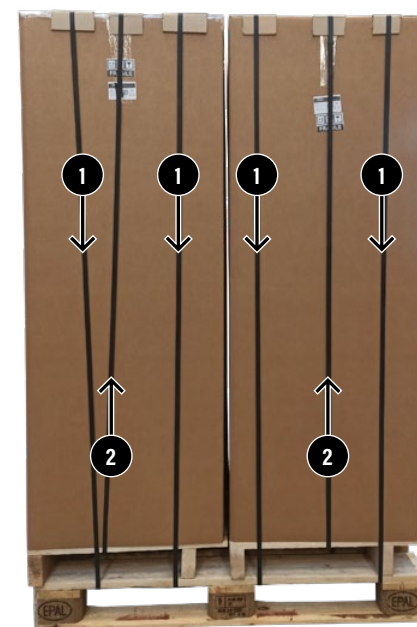

Fig. 30
- 4 colonnine sono poi posizionate su europallet e reggiate assieme in modo tale da fissarle stabilmente come da Fig. 30.
Reggiatura di 4 colonnine su europallet (n.1 di Fig. 30).
Reggiatura di ogni colonnina su singolo pallet (n.2 di Fig. 30).